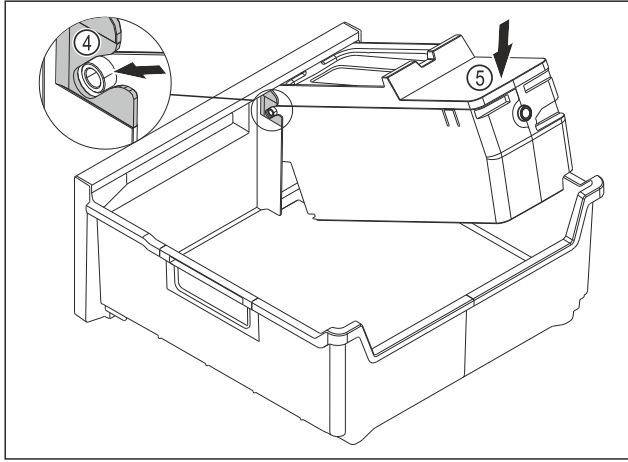

Fig. 135
- EasyTwist-Ice gövdesini monte edin: EasyTwist-Ice gövdesinin eksenlerini kılavuzlara Fig. 135 (4) itin.
- EasyTwist-Ice gövdesini Fig. 135 (5) arkadan aşağı bastırın.